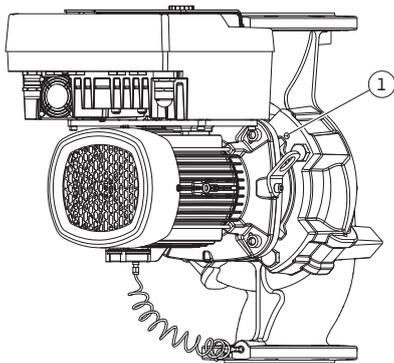
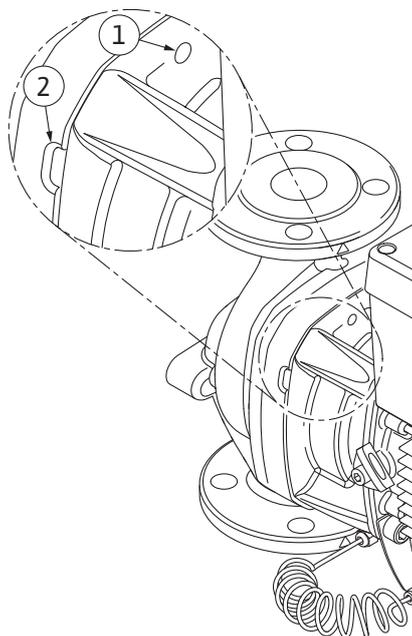

Fig. 104: Διαχωρισμός πτερωτής κινητήρα μέσω διατρήσεων σπειρώματος
Fig. 105: Διατρήσεις σπειρώματος και εγκοπές για την απόσπαση της πτερωτής κινητήρα από το κέλυφος της αντλίας
12. Για τον τύπο αντλίας (Fig. III, IV) ξεβιδώστε τις βίδες θέση 29. Αξιοποιήστε τις δύο διατρήσεις σπειρώματος που βρίσκονται δίπλα (Fig. 104, θέση 1) και χρησιμοποιήστε κατάλληλες βίδες από τον εγκαταστάτη (π.χ. M10 x 25 mm). Αποσπάστε την πτερωτή κινητήρα από το κέλυφος αντλίας. Αξιοποιήστε για τον τύπο αντλίας (Fig. I και Fig. II) τις δύο διατρήσεις σπειρώματος M10 (βλέπε Fig. 105) και χρησιμοποιήστε κατάλληλες βίδες που παρέχονται από τον εγκαταστάτη (π.χ. M10 x 20 mm). Για την απόσπαση μπορείτε να χρησιμοποιήσετε επίσης τις εγκοπές (Fig. 105, θέση 2). Για τον σκοπό αυτό πρέπει να εφαρμόσετε δύο κατασβιδία, τα οποία θα χρησιμοποιήσετε ως μοχλούς. Μετά από διαδρομή απόσπασης περίπου 15 mm, η πτερωτή κινητήρα δεν οδηγείται πλέον εντός του κελύφους της αντλίας.